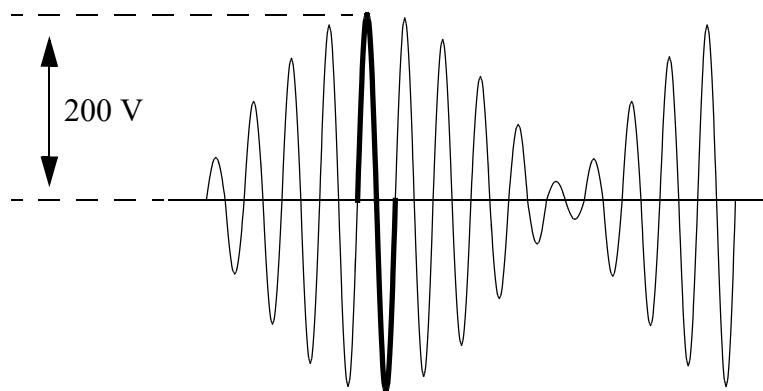

Figure 2.72 Exemple d'un signal modulé en AM. le cycle de plus grande amplitude est indiqué en trait gras.
- 2.72** La puissance PEP¹ est définie comme la puissance efficace du cycle de plus grande amplitude du signal HF. Le calcul est donc le même que pour la puissance (normale) mais limité au cycle de plus grande amplitude (voir *Figure 2.72*):